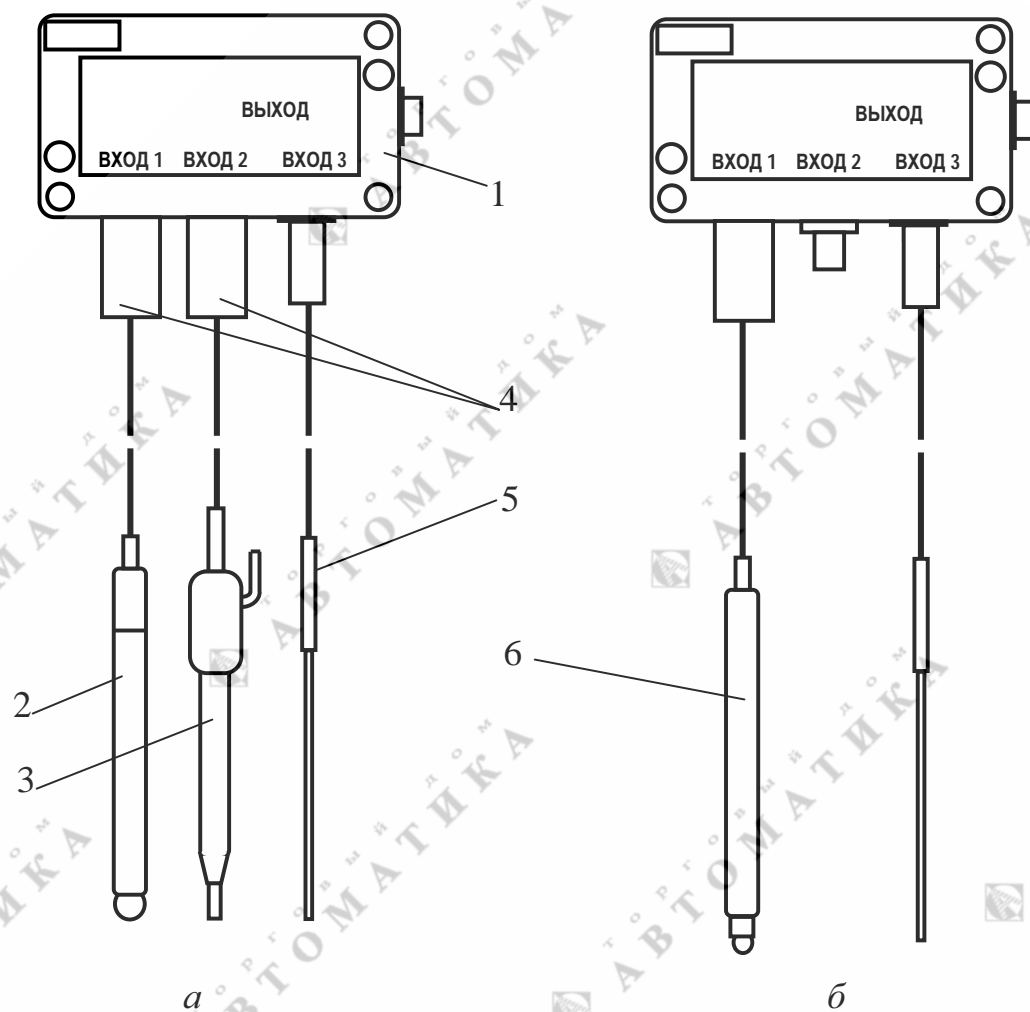

Рисунок 1.1 – Блок датчиков БД-902, БД-902А
1.5.3.2.1 Блок датчиков БД-902 (рисунок 1.1а) и блок датчиков БД-902А (рисунок 1.1б) включают в себя: